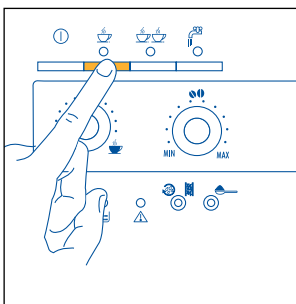
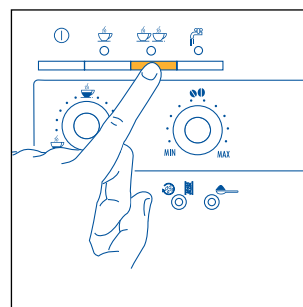

Fig. 12
Fig. 13
- 5) Tryk på tast ☕ (fig. 12), hvis du har valgt at brygge en kop kaffe eller på tast ☕☕ (fig. 13), hvis du har valgt at brygge to kopper kaffe. *Nu begynder maskinen at male kaffebønnerne, den udfører en kortvarig forinfusion og derefter fuldfører den udstrømningen i koppen. Når den indstillede mængde er brygget, afbryder maskinen automatisk kaffeudstrømningen og smider grumset i kaffegrumsbeholder.*
- 7) Tryk på tast ① for at slukke maskinen. (Inden den slukkes, udfører apparatet automatisk en skylning: der løber lidt varmt vand ud af hannerne, som samles i den nedenstående dråbeopsamlingsbakke – Pas på ikke at skolde sig). Hvis maskinen ikke slukkes ved at trykke på tast ①, slukkes den og udfører en hurtig skylning automatisk, under alle omstændigheder 3 timer efter den sidste betjening.
BEMÆRK 4: Mens maskinen er i gang med at brygge kaffen, er det muligt at stoppe udløbet når som helst, ved at trykke på den forud valgte tast  (fig. 12) eller  (fig. 13).
BEMÆRK 5: Så straks udløbet er færdigt, kan kaffemængden i koppen forøges ved at holde den forud valgte tast  (fig. 12) eller  (fig. 13) trykket ned, indtil man når den ønskede mængde kaffe denne operation skal foretages indenfor 3 sekunder efter at kaffeudløbet er færdigt).